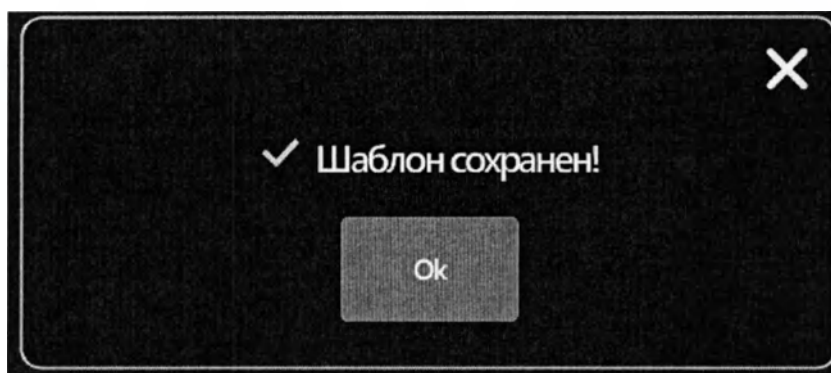

Рис. 3.69 – Успешное сохранение шаблона
3.9.4 Нажмите клавишу «ОК» на клавиатуре экрана и кнопку  для успешного сохранения шаблона (рис. 3.69).